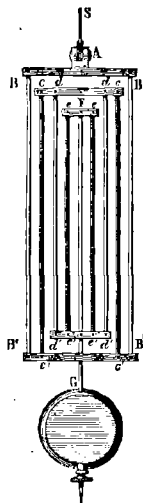

Fig. 147.
9. Une fois le pendule adapté aux horloges, on ne tarda pas à s'apercevoir que les changements de température, faisant varier la longueur de la tige de cet appareil, altéraient la régularité de sa marche. On remédia à cet inconvénient en imaginant les pendules dits *compensateurs* ou à *compensation*. Le premier pendule de ce genre fut construit, en 1721, par l'horloger anglais Graham : c'est celui qu'on appelle *pendule à mercure*. En 1736, un autre horloger de la même nation, John Harrison, inventa le *pendule à grille*, qui fut, deux ans après, heureusement perfectionné par l'horloger parisien Julien Leroy : c'est celui qui est aujourd'hui le plus communément employé¹ (fig. 147).